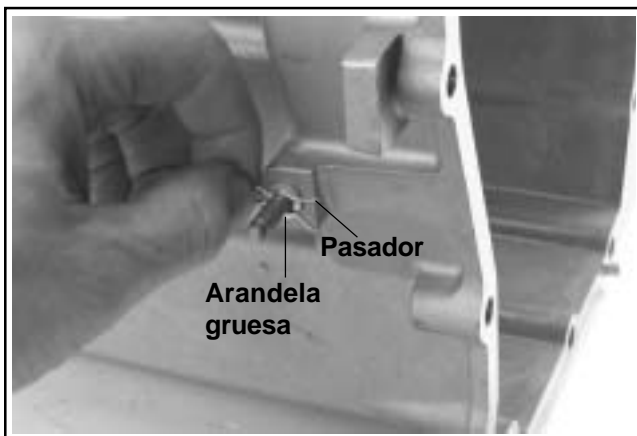

Figura 10-4. Sujeción del eje del regulador.
3. Introduzca la arandela de empuje gruesa en el eje desde el exterior hasta el límite de su recorrido. Fíjela insertando el pasador de sujeción en la ranura. Ver Figura 10-4.